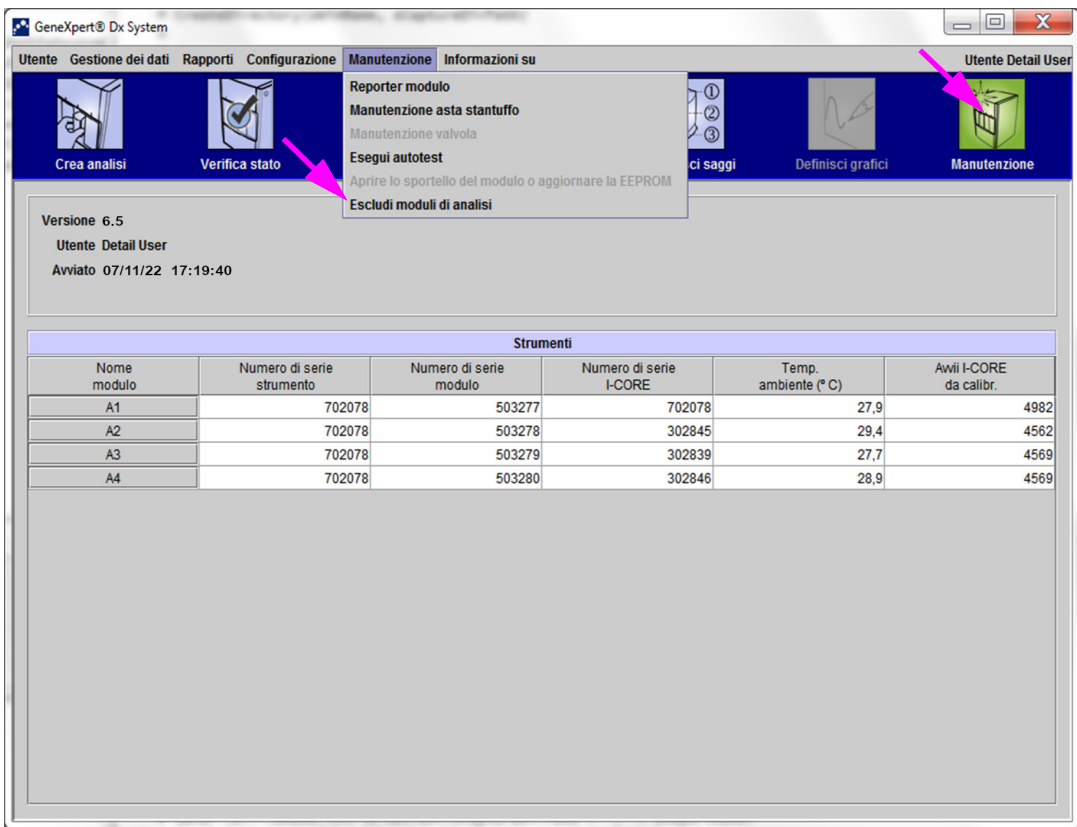

Figura 9-36. Finestra GeneXpert Dx System
2. Nella finestra GeneXpert Dx System fare clic sull'icona **Manutenzione**. Viene visualizzata la schermata Manutenzione. Vedere la Figura 9-36.
1. Nella finestra GeneXpert Dx System fare clic sull'icona **Manutenzione**. Viene visualizzata la schermata Manutenzione. Vedere la Figura 9-36.